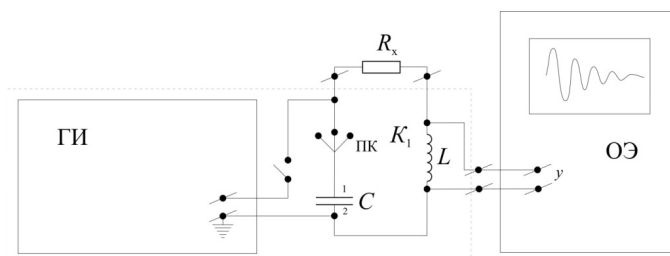

Рис. 3
Для исследования затухающих электромагнитных колебаний используется установка, схема которой представлена на рис. 3.
3. С какой целью в схему (рис. 3) включены генератор импульсов, осциллограф?
5. Как определить полное активное сопротивление контура (рис. 3)?
Колебательный контур – электрический осциллятор, являющийся источником электромагнитных волн. При наличии в колебательном контуре активного сопротивления энергия, запасенная в контуре, постепенно расходуется в этом сопротивлении на нагревание, вследствие чего свободные электромагнитные колебания затухают. Запишем для цепи колебательного контура K (рис. 3) закон Ома: